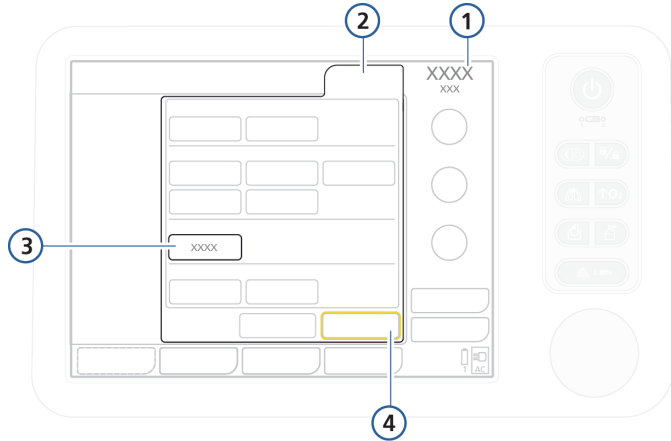

Рисунок 4-4. Изменение режима, окно «Режимы»
1. Откройте окно «Режимы». См. рис. 4-4.